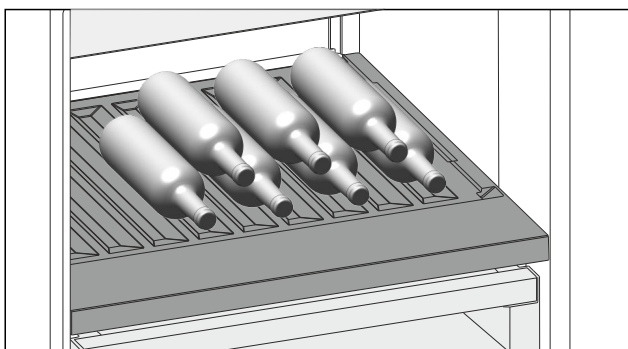

Fig. 99
- Flessen met de bodem naar achteren tegen de achterwand plaatsen. (zie Fig. 99)